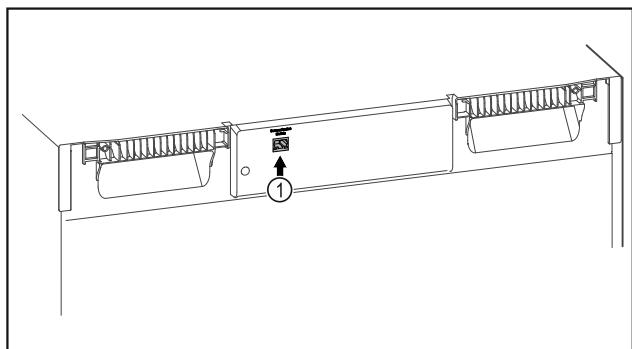

Fig. 119
- SmartModule Fig. 119 (1) is geplaatst.